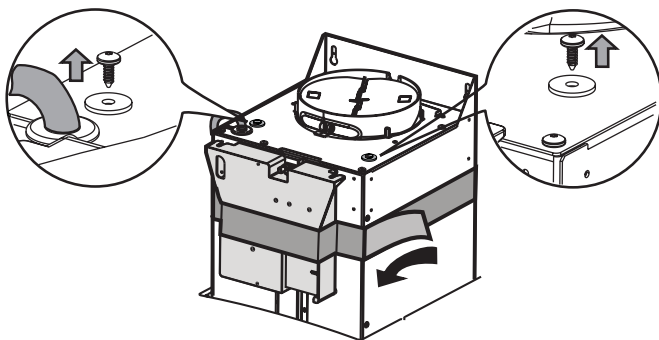

Fig. 6a
- Installez la boîte électronique à l'aide de 2 vis. **Fig. 6a-b-c**